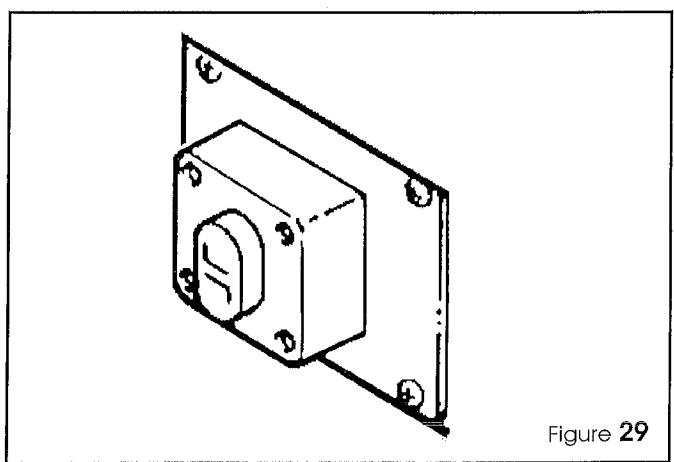

Figure 29
- Pousser le bouton MARCHE situé sur l'interrupteur principal (Figure 29).
- druk op knop ON op de hoofdschakelaar (Figure 29).